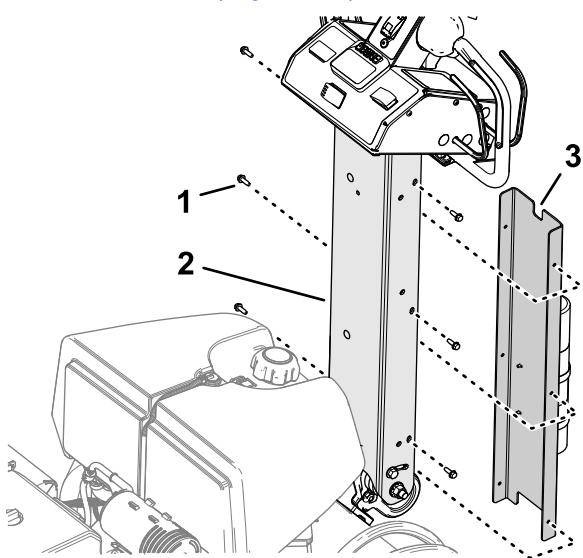

Figura 12
1. Allineate il piccolo incavo del coprimaniglia con l'incavo in alto (Figura 12).